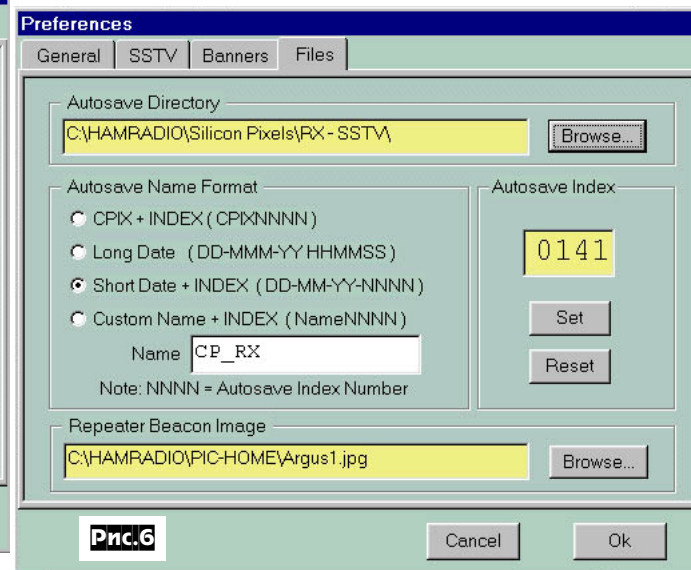

Рис.6
- ④ «**Files**» - задаются директория и формат файлов, генерируемых при автоматическом сохранении принятых картинок (рис.6).